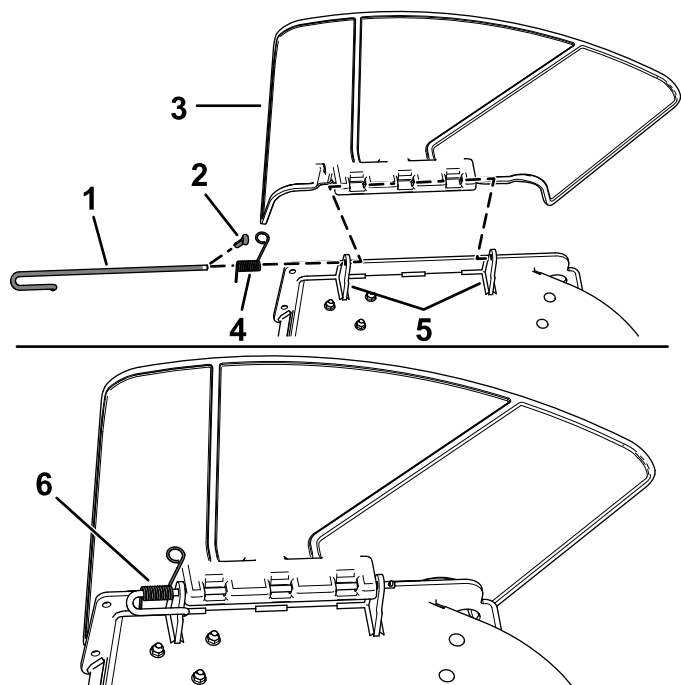

Bild 6
Splint (nur CE-Modelle), schieben Sie die Stange aus den geschweißten Mähwerkhalterungen, der Feder und der Grasleitvorrichtung (Bild 6).
- Nehmen Sie das Ablenkblech ab (Bild 6).